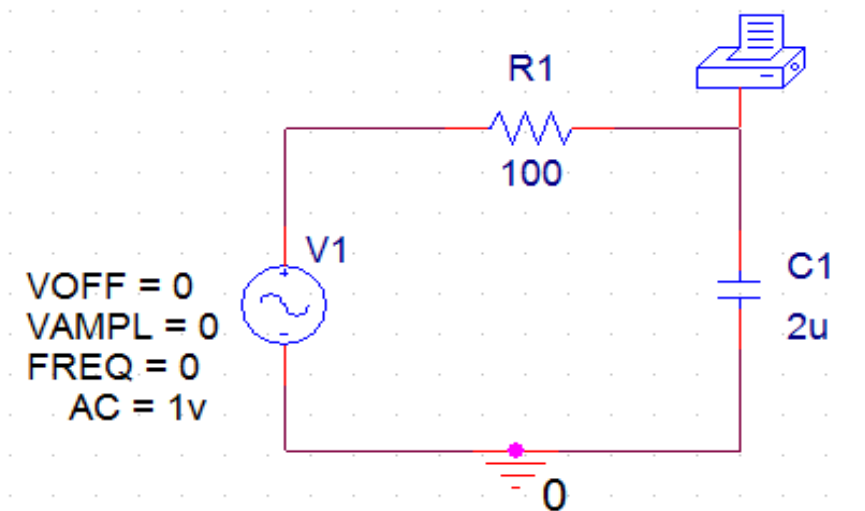

Рисунок 3.7 – Схема послідовного з'єднання резистора і конденсатора з вимірювачем змінної напруги *VPRINT1*
9. Встановіть символ *VPRINT1* з бібліотеки *special.olb* на схемі між резистором і конденсатором (рис. 3.7).